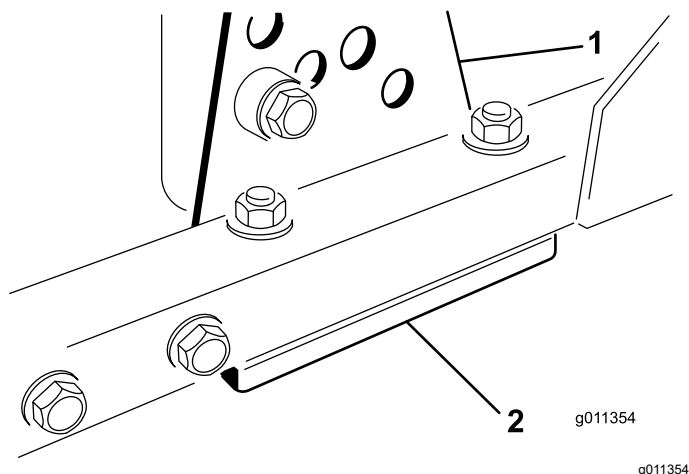

Figura 70
1. Retire o suporte da altura de corte, (frente, esquerda ou direita) da estrutura da plataforma (Figura 70).
2. Ajuste os calços de 1,5 mm e/ou de 0,7 mm entre a estrutura da plataforma e o suporte para obter a definição de altura pretendida (Figura 70).